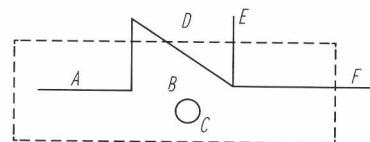

图 1-6 窗选示例
(1) 单个图形元素的选取。移动鼠标的十字光标，将其靶区方框放到待选图形元素上，单击鼠标左键之后，被拾取的元素变成虚线并改变颜色时，即表示该图形元素已经被选取。
(2) 部分图形元素的选取。在绘图区内任意一点单击鼠标左键之后再移动鼠标，会形成一个矩形框区，这个矩形框区称为窗选框；再次单击鼠标左键，这个窗框的大小便被确定，如图 1-6 所示。窗选框可用于选取一组图形元素。若窗选窗口是从左向右形成的，则只有完全包含在框内的图形元素才能被选中；若窗选框是从右向左形成的，则所包含在框内和与窗选框边界相交的图形元素都会被选中。在图 1-6 中，已有图形元素 A~F，虚线所示为窗选框。当窗选框为从左到右形成时，图形元素 A 和 C 全部在窗选框内，可以被选中，其余图形元素未被选中；而当窗选框是从右到左形成时，除 A、C 外，其余各元素均与窗选框相交，也可被选中。
(3) 全部图形元素的选取。若要选择当前打开的全部图形元素，可以按 **Ctrl+A** 组合键来选取，当然也可以用鼠标逐一选取或用窗选法选取。